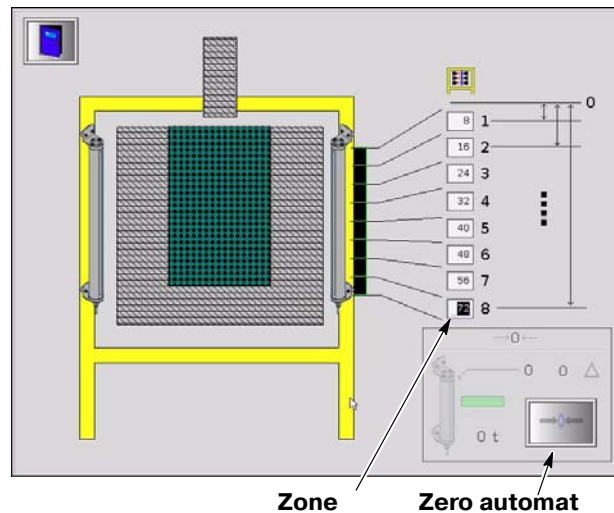

Figura 3-18 Configurare scanner analitic al zonei
4. A se vedea Figura 3-18. Pentru fiecare zonă, introduceți distanța în inci sau milimetri de la partea superioară a scannerului până la partea inferioară a zonei. Acest ecran arată un scanner de 72 inci împărțit în zone cu înălțimea de 8 inci.